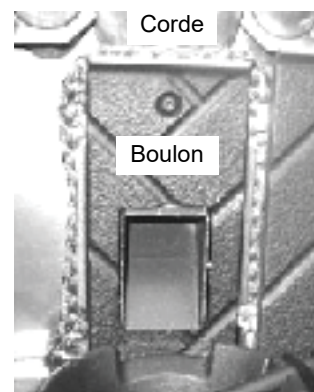

Figure 24.6
4. Ajouter un nouveau centre en brique et en prenant soin de ne pas endommager le filetage de la culasse; réinstaller brique (**Figure 24.6**).